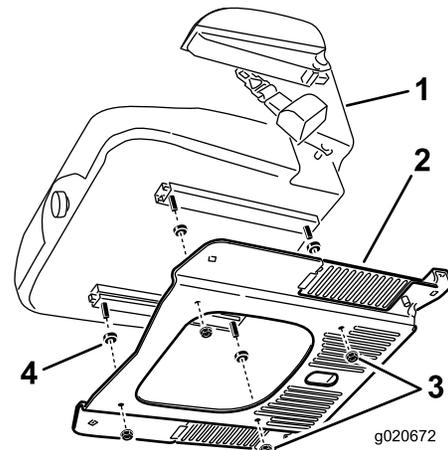

Figura 12
2. Instale un espaciador (Figura 12)
3. Sujete el asiento al bastidor del asiento con 4 tuercas con arandela prensada (5/16 pulgada) (Figura 12).